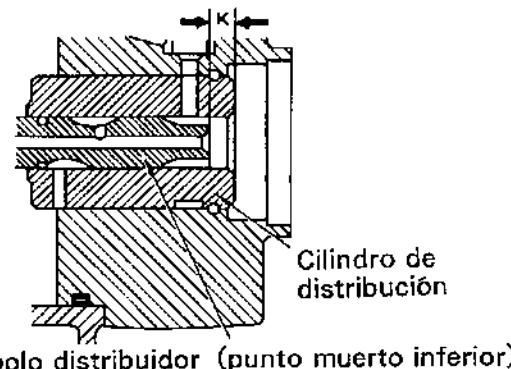

Figura.14-25 Carrera "K"
La carrera "K" se refiere a la distancia desde el extremo del cilindro de distribución al extremo de avance del émbolo distribuidor con el émbolo distribuidor situado en el punto muerto inferior y el resorte del émbolo distribuidor no instalado. (Vea la figura.14-25) La carrera "K" puede ajustarse usando una laminilla de resorte de émbolo distribuidor ⑦ de espesor distinto.